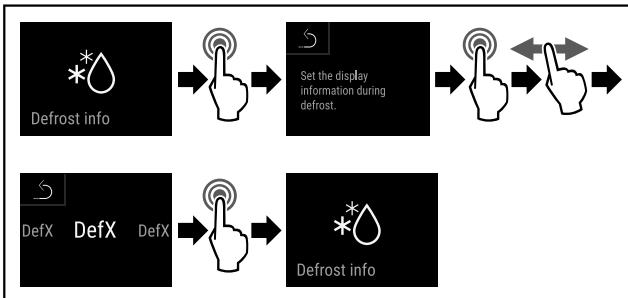

Fig. 135
- Seguir los pasos de procedimiento (consulte Fig. 135) .